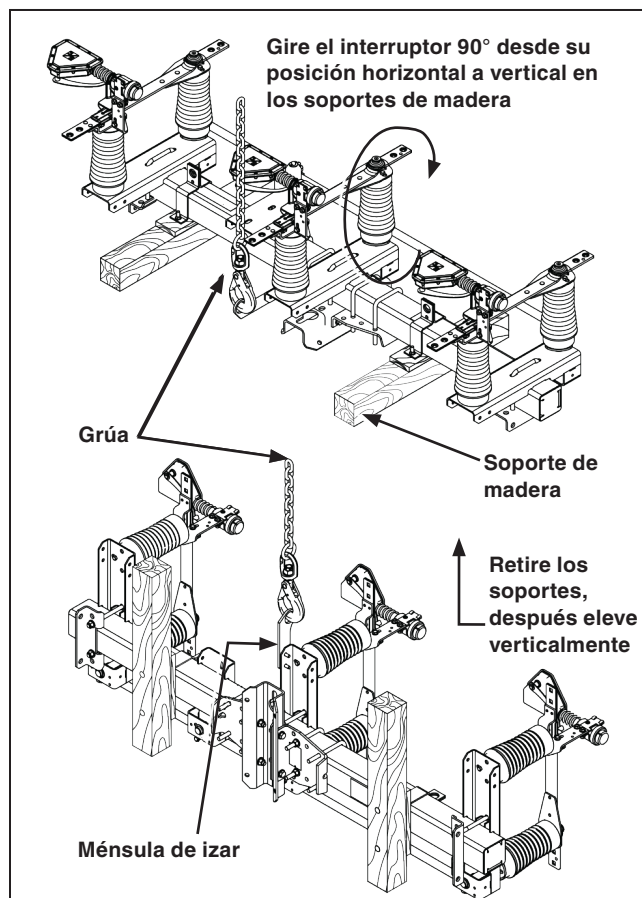

Figura 4. Elevando el Interruptor Omni-Rupter de configuración de montaje vertical a su posición.
Para los interruptores en la configuración de montaje vertical: los interruptores verticales están equipados con una ménsula de izamiento abatible de punto sencillo permanentemente fijada a la base del interruptor. Vea la Figura 4.
Enganche las eslingas de izar **ÚNICAMENTE** a la ménsula de izar del interruptor ubicada en o cerca del poste central de fase. Desatornille los soportes de madera de la tarima de envío. Durante el izaje, el interruptor girará aproximadamente 90° a su posición vertical en los soportes de madera. Vea la Figura 4. Retire los soportes de madera después de asegurar el interruptor al poste o la estructura.
- (c) Levante el interruptor como se muestra en la Figura 4 de la página 9 hasta que las eslingas de izar estén apenas tensas.